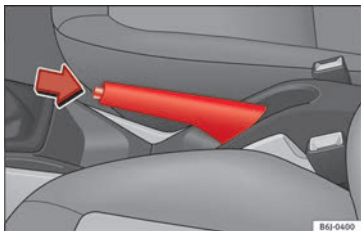

Fig. 132 Freno de mano entre los asientos delanteros.
- Tire con fuerza de la palanca del freno de mano hacia arriba » **fig. 132**.
- Tire ligeramente de la palanca hacia arriba, presione el botón de desbloqueo en la dirección de la flecha » **fig. 132** y baje completamente la palanca » **⚠**.